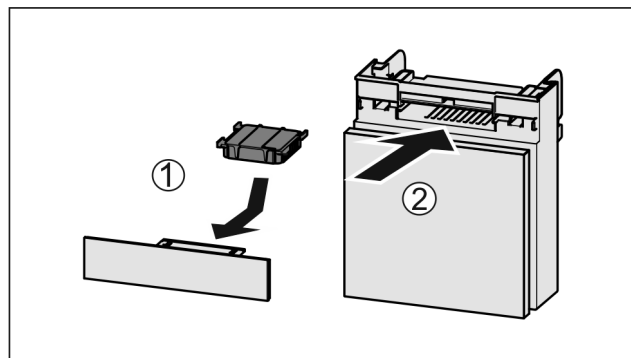

Fig. 106
- Umetnite filtara s aktivnim ugljenom kao što je prikazano na slici Fig. 106 (1).
- Umetnite pretinac Fig. 106 (2).